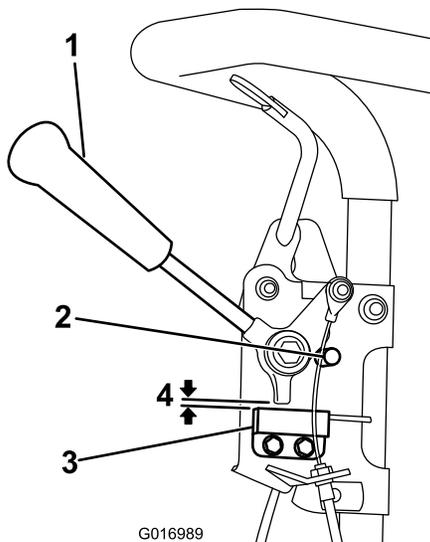

Figura 29
1. Asegúrese de que el motor está parado, y que la palanca de tracción está desengranada y apoyada en el tope de punto muerto (Figura 29).
2. Afloje las fijaciones de montaje del interruptor de seguridad (Figura 29).
3. Coloque un suplemento de 0,8 mm de grosor entre la palanca de tracción y el interruptor de seguridad (Figura 29).